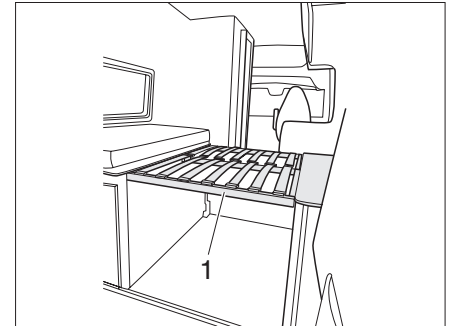

Fig. 56 Cuccetta nella parte posteriore del veicolo
► Posizionare il telaio portamaterasso (Fig. 56,1) sulle basi di appoggio.